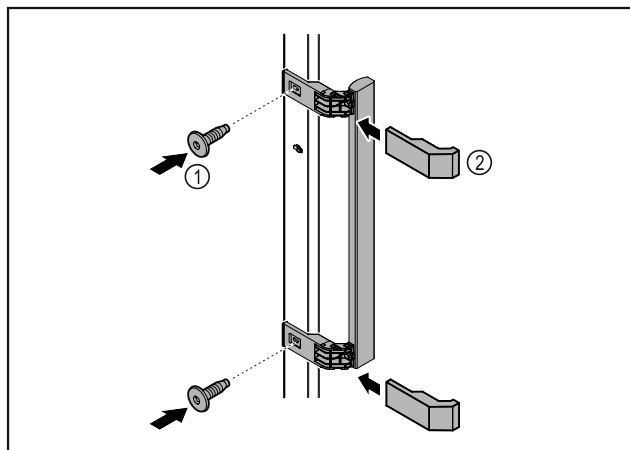

Fig. 51
- ▶ Szerelje fel az ajtóra a kilincset a csomagban található csavarok Fig. 51 (1) segítségével.
- ▶ Helyezze fel a fedelet Fig. 51 (2).